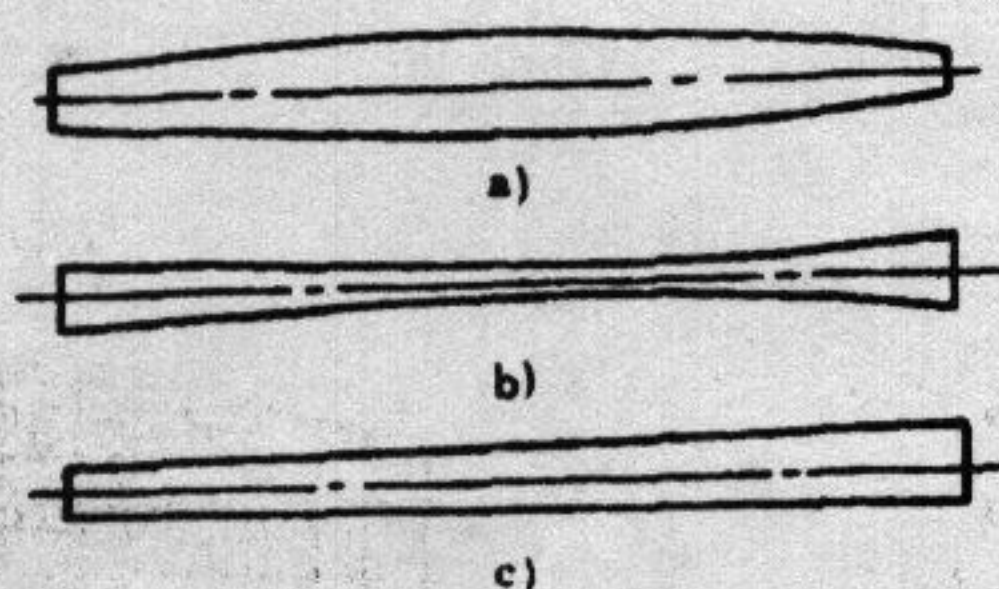

图 3
- (3) 在车床上用两顶尖装夹工件车削长轴时, 出现图 3 a)、b)、c) 所示误差是什么原因? 分别可采用什么办法来减少或消除这些误差?
图 3 a)、b)、